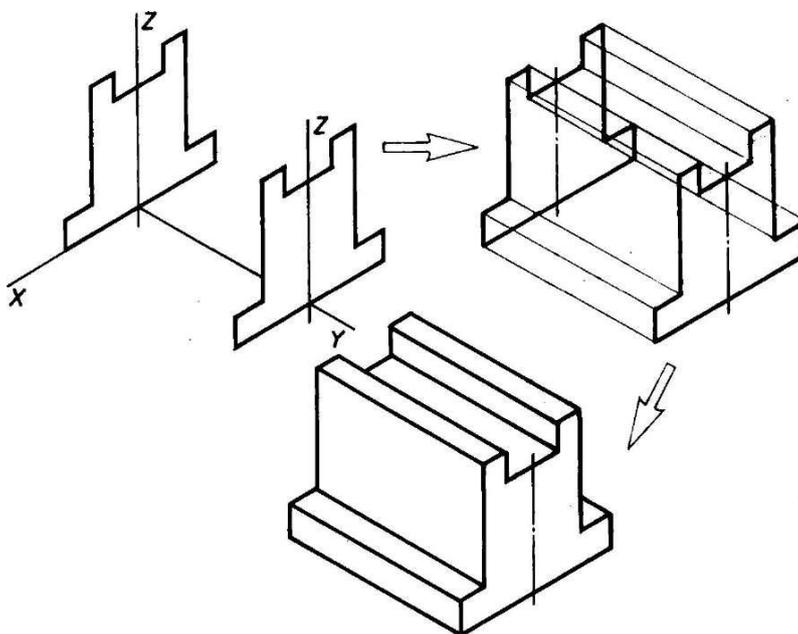

Рис. 5.8. Построение изометрической проекции детали, начиная от формообразующей грани
- 4) обводка изометрической проекции (рис. 5.8).